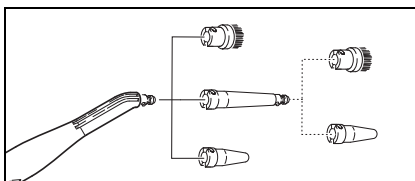

Fig. 8
- Punktstråledysen (D1) kan også anvendes sammen med forlængerrøret (D2), rundbørsten (D3) eller powerdysen (D4) (se fig. 8) Sæt spidsstykkets udsparringer på punktstråledysens indgreb og drej med uret til anslag.